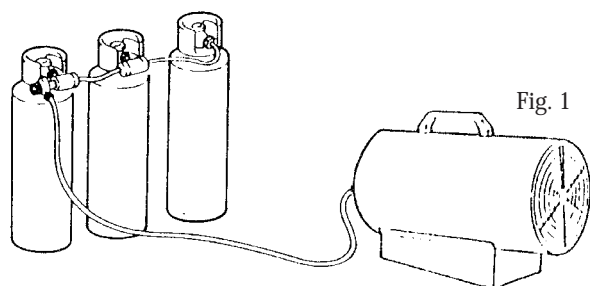

Fig. 1
- Se il generatore funziona a lungo alla potenza massima, si può formare ghiaccio all'esterno delle bombole a causa della elevata evaporazione del gas, con conseguente diminuzione della potenza erogata. Anche se non si manifesta il fenomeno della brina, usando una bombola troppo piccola si verifica comunque un calo di pressione che può impedire il funzionamento dell'apparecchio. Per l'uso continuativo alla massima potenza si consiglia di montare le bombole in parallelo (vedi Fig.1).